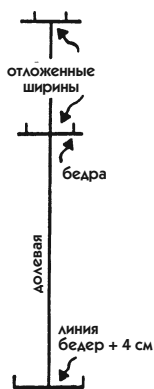

Рис. 326
1. Проведите вертикаль длиной, равной длине юбки (в нашем примере — 70 см). Эта линия соответствует направлению долевой нити (рис. 326).
4. По обе стороны от долевой линии отложите полученные величины (рис. 326).
6. Соедините отмеченные точки на линиях низа юбки с точками на линии бедер и продолжите их до пересечения с линией талии. Постарайтесь попасть на точки, отмеченные на талии (засечки хорошо заметны на рис. 326).